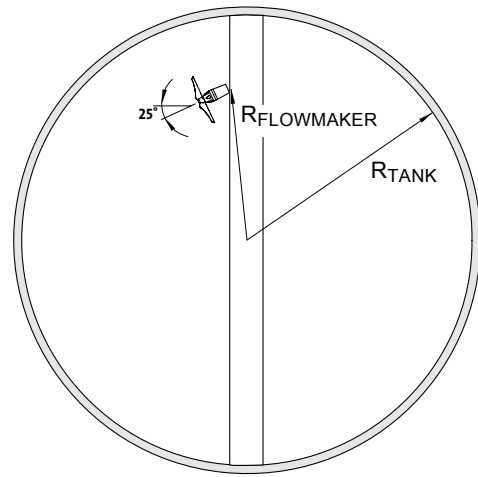

Рис. 8
- В цилиндрических резервуарах образатель потока должен быть удалён от стенки резервуара на расстоянии 0,3 радиуса резервуара R_{TANK} ($R_{\text{рез}}$) и повернут относительно радиуса $R_{\text{FLOWMAKER}}$ ($R_{\text{образов.-я}}$ потока) под углом 25° в направлении центра, смотрите рис. 8.